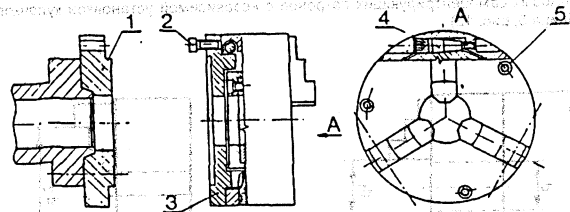

Рис. 10
4.2.4. Установка стандартного патрона с регулировкой посадки типа 3264 и 3265 (рис. 10)